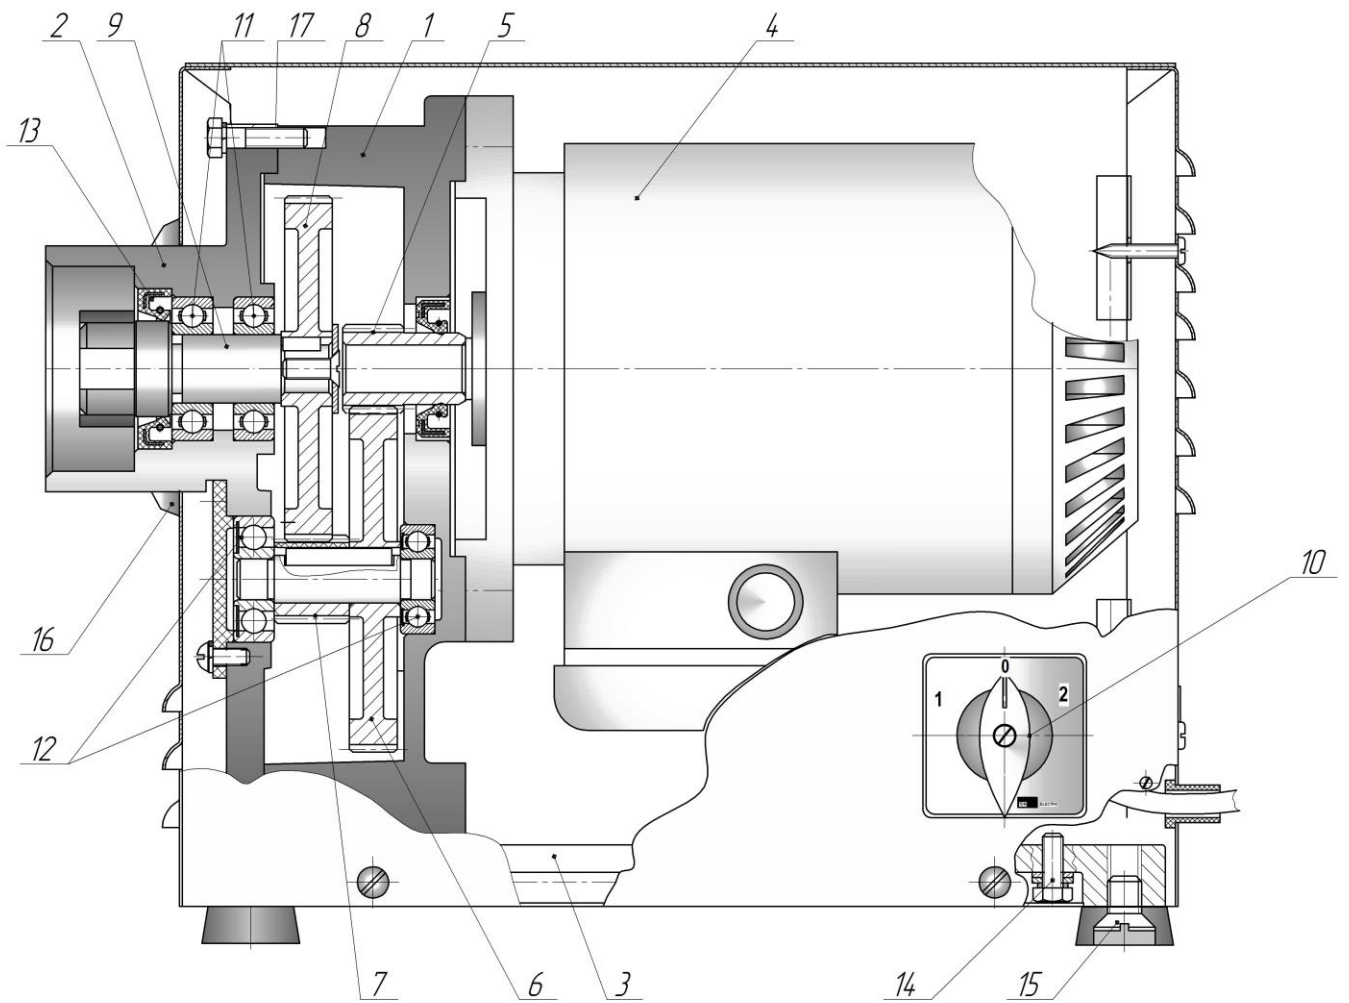

Рисунок 2 – Приводной механизм
- отвинтите 4 винта крепления переключателя 10 (рисунок 2);
- отсоедините светосигнальную арматуру, провода от переключателя и заземляющий болт 14 (рисунок 2) от плиты подредукторной 3;
- снимите кольцо 16 (рисунок 2);
- отвинтите 6 болтов 17 (рисунок 2) крепящие крышку редуктора 2 от основания редуктора 1 и снимите крышку;